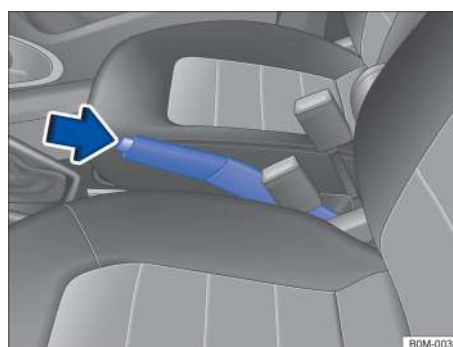

Рисунок 81. Между передними сиденьями: рукоятка стояночного тормоза
- Слегка приподнимите рукоятку стояночного тормоза и нажмите кнопку блокировки → Рисунок 81.
- Красная контрольная лампа (P) на приборной панели гаснет.